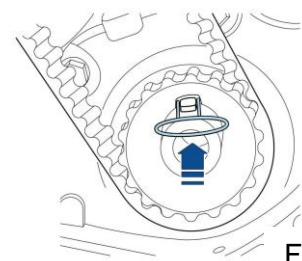

Fig. 4
- Centrare la puleggia albero motore con l'apposito attrezzo (Fig. 4).